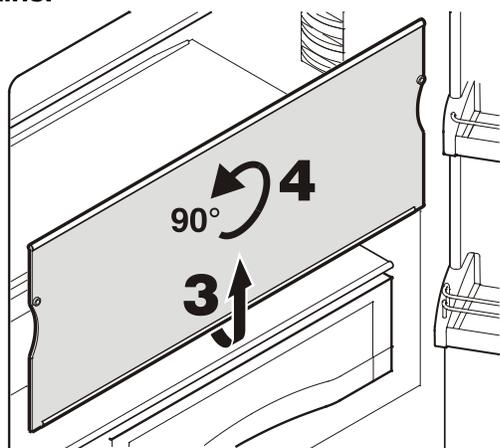

Figure 11
Retirer les étagères - Figure 11
- Retirer les étagères en verre comme à la **Figure 11**.